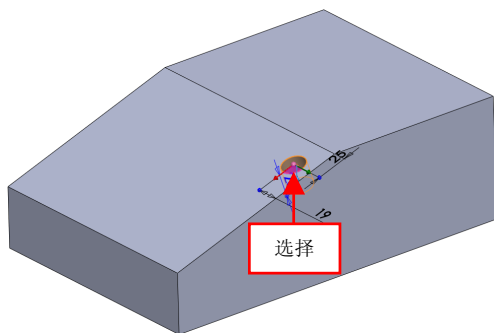

图 6-47 选择阵列特征
(3) 弹出【线性阵列】属性管理器，选择【切除-拉伸 5】特征为阵列特征，如图 6-47 所示。